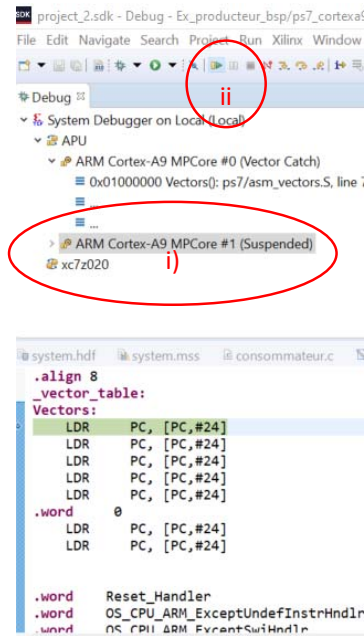

Figure 12
- 9) Vous avez maintenant le choix de démarrer soit le core 0 ou le core 1. Comme notre application démarre par le producteur qui fait une mise à 0 des signaux *ack* et *req* (Figure 5), nous allons d'abord démarrer le ARM Cortex-A9 MPCore # 1 en premier. Comme montré à la figure 12 :